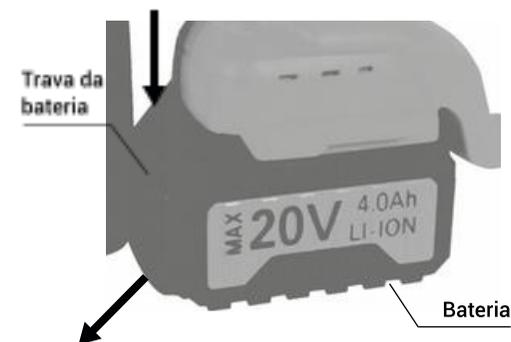

Fig 1 - Retirando a bateria.
- Para remover a bateria, pressione o botão de liberação na parte superior da bateria e faça a remoção (Fig 1).